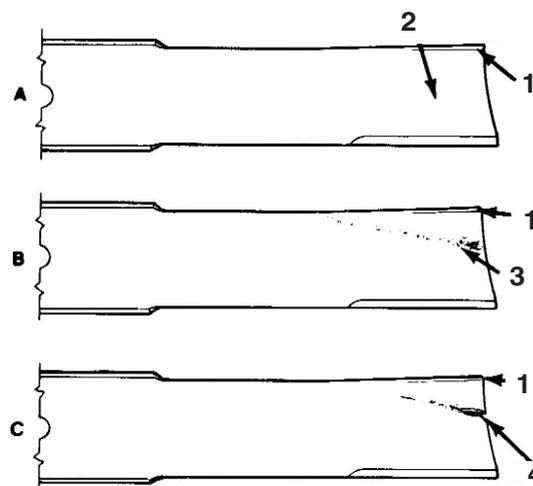

Bild 13
2. Kontrollieren Sie die Schnittkanten des Messers sorgfältig, insbesondere wo die geraden Flächen die gebogenen berühren (Bild 13-A). Da Sand und anderes reibendes Material das Metall abschleifen kann, das die flachen mit den gebogenen Teilen verbindet, müssen Sie das Messer vor jedem Einsatz des Rasenmähers kontrollieren. Tauschen Sie, wenn Sie einen Schlitz oder eine Abnutzung (Bild 13-B) feststellen, das Messer aus; siehe Entfernen des Schnittmessers.
Wenn sich das Messer abwetzen kann, bildet sich ein Schlitz zwischen dem Windflügel und dem flachen Teil des Messers (Bild 13-C). Zuletzt kann sich ein Stück des Messers lösen und aus dem Schneidwerk herausgeschleudert werden. Das kann zu schweren Verletzungen bei Ihnen oder Unbeteiligten führen.